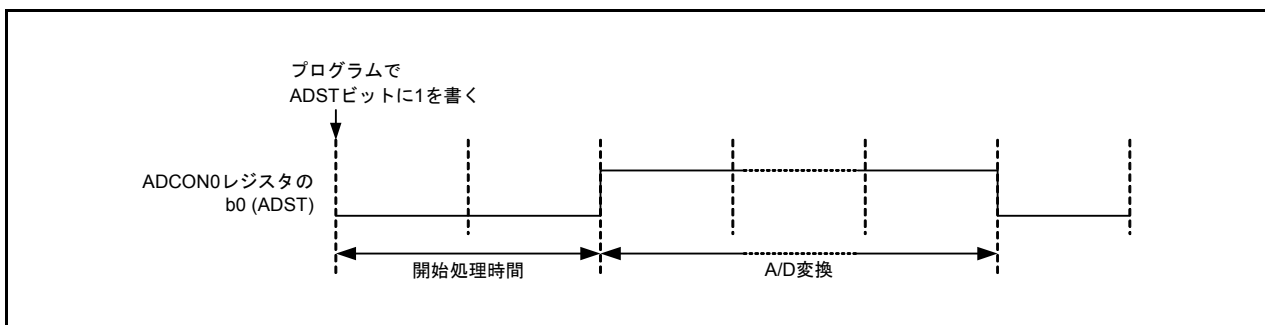

図23.2 ADSTビットの動作
- プログラムで1を書いた場合、開始処理時間(「表 23.5 各A/D変換項目のサイクル数」参照)後に1(A/D変換開始)になるため、1を書き込み後すぐに読み出すと、0(A/D変換停止)が読めることがあります(図23.2参照)。